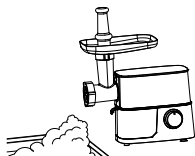

Рис. 7
- Всегда во время работы используйте лоток для продуктов (6) и толкатель (5) (рис. 7).